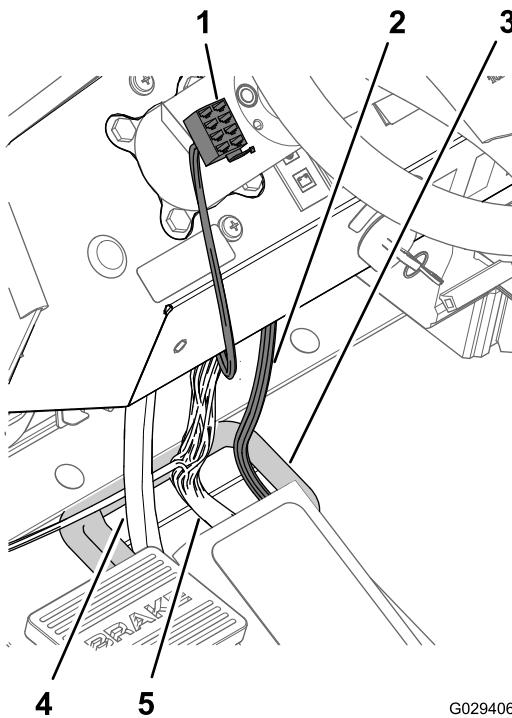

Bild 16
4. Verlegen Sie den 8-Buchsen-Stecker am Ende des Armaturenbrettzweigs (240 cm) über das Armaturenbrett und zur linken Seite der Lenksäule (Bild 16).